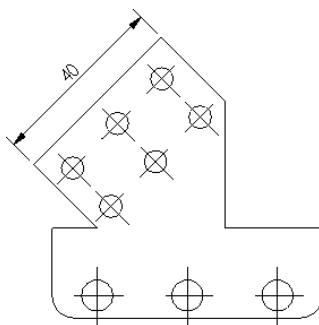

图 5-27 平行标注
④ 根据系统提示“建立尺寸，线性：将线性尺寸移至合适的位置”，在图形上方合适的位置单击鼠标左键，即可完成平行尺寸标注，结果如图 5-27 所示。